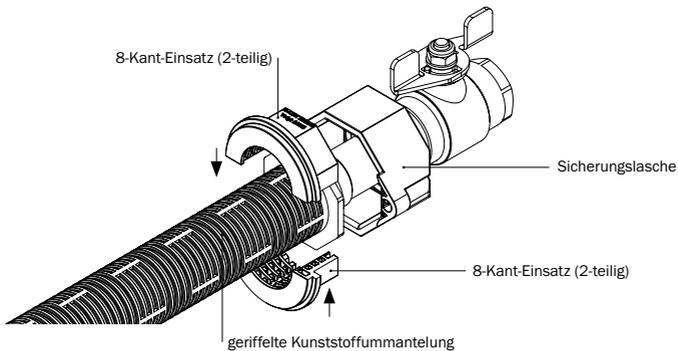

Abbildung 5.5: Positionierung des 2-teiligen 8-Kant-Einsatzes
- Beide Teile des grauen 8-Kant-Einsatzes Voigt auf das Grobgewinde der Gashauseinführung Voigt DN 25 stecken, so dass der 8-Kant-Einsatz bündig mit der Verdrehsicherung abschließt (s. Abbildung 5.5).